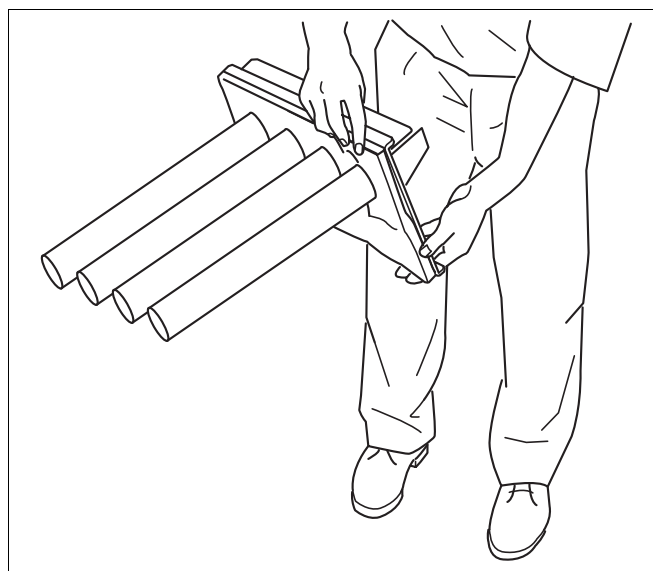

Fig. 44 Înclinați arzătorul
- Apa rămasă îndepărtați-o prin înclinare arzătorului (Fig. 44).